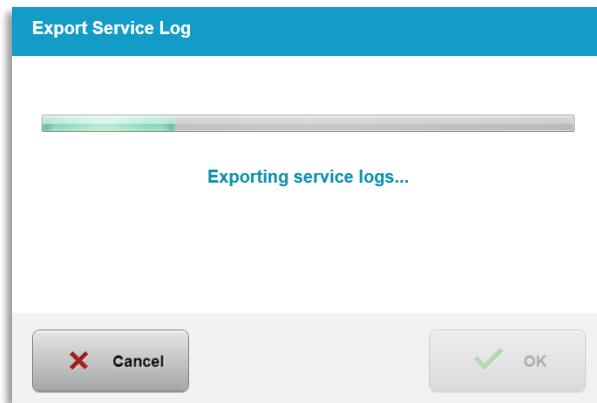

Bild 3-58. Export av servicelogg pågår
- Systemet börjar automatiskt överföra serviceloggen och visar en förloppssindikator för överföringen, vilket visas på bild 3-58.